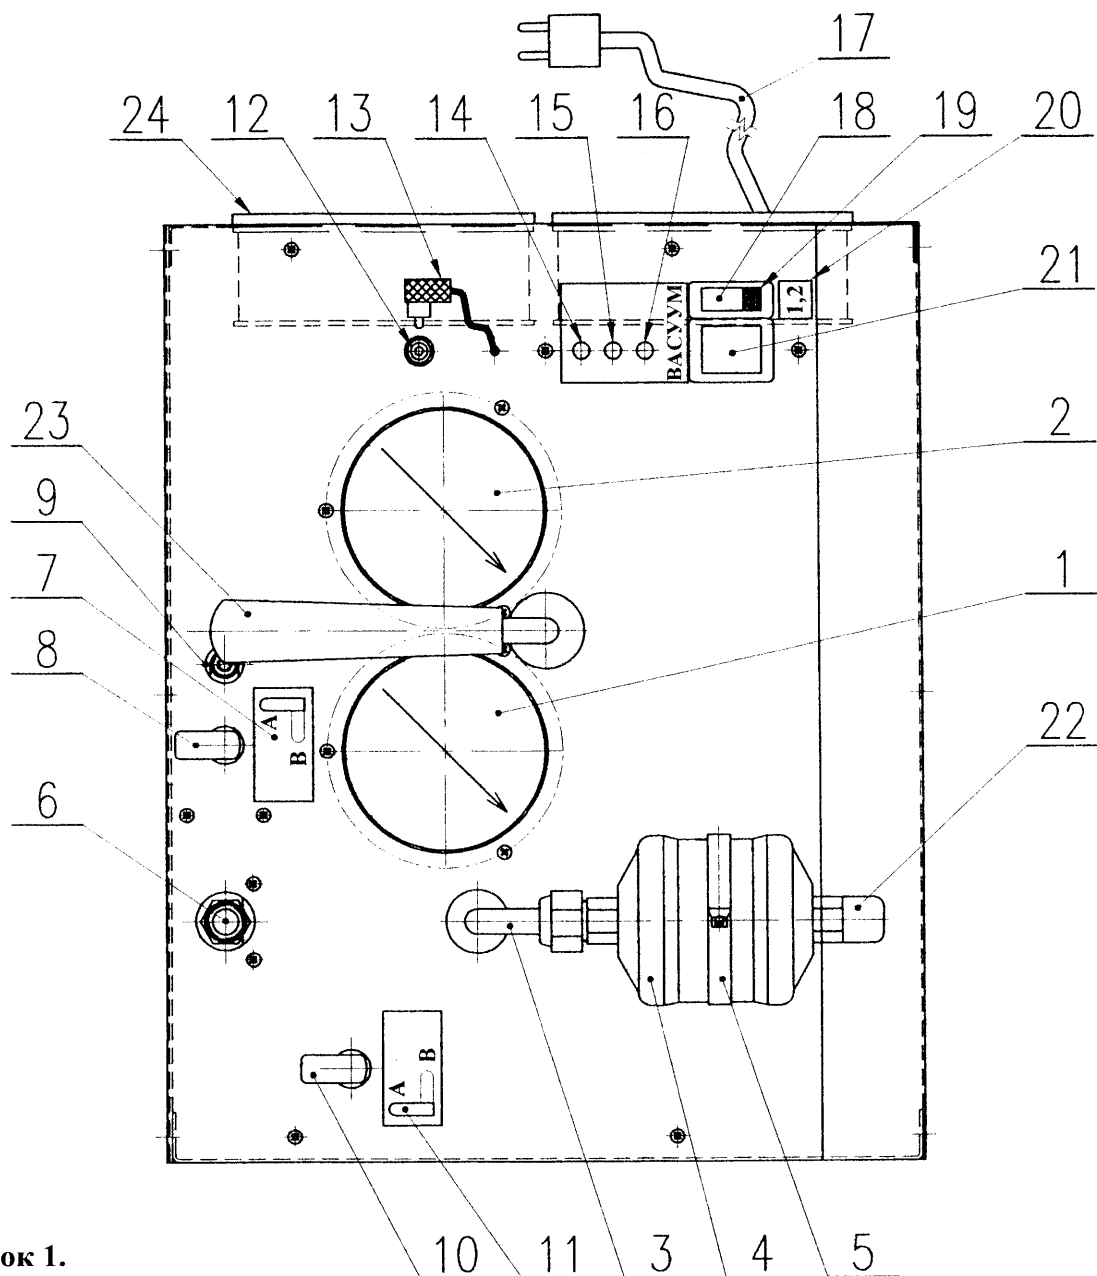

Рисунок 1.
3. ИНСТРУКЦИИ ПО РАБОТЕ С ПРИБОРОМ MAXI-R (см. рис. 1).
- 3.1.5 Снова проконтролируйте положение вентиля на станции MAXI-R (см. рис. 1 и 2).